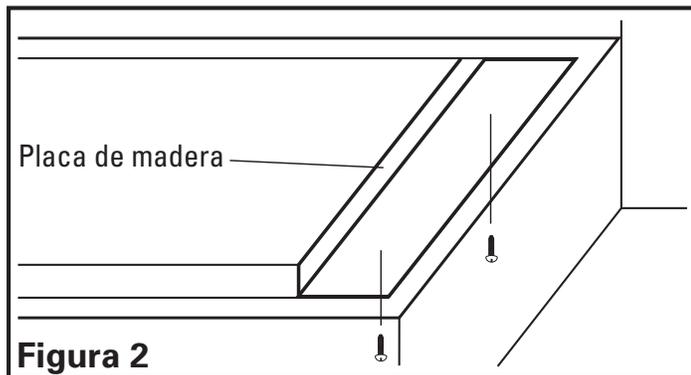

**Figura 1**
3. Retire los siguientes elementos de la campana y colóquelos en un lugar seguro hasta el momento de utilizarlos (**Figura 1**):